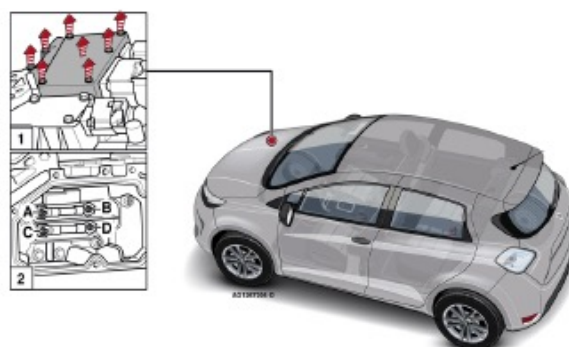

Figura 3. Caja de fusibles Renault ZOE.
- 16) Desmontar la **tapa de acceso** de la caja de fusibles del cargador del vehículo eléctrico figura 3.
18) Montar la tapa de acceso de la caja de fusibles del cargador del vehículo eléctrico con una junta nueva figura 3 y apretar los tornillos a mano.